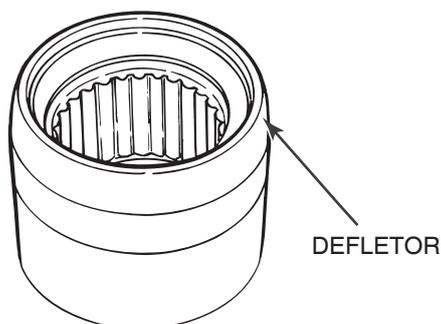

Figura 4.32
3. Verifique se os defletores de plástico estão ligados à bucha circular. Figura 4.32.